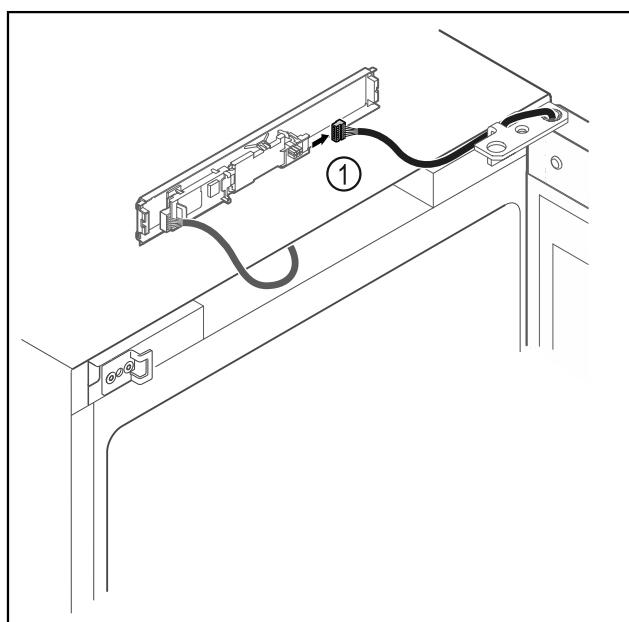

Fig. 16
- Ištraukite iš plokštés kištuką Fig. 16 (1).